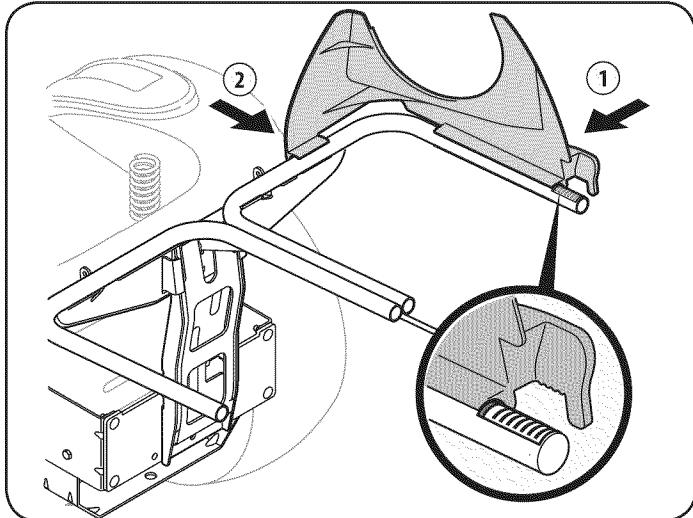

Figure 10
- Ajustar el soporte plástico canal superior en su lugar enganchando la parte lateral en el riel de soporte de la bolsa con el borde de la característica de ajuste alineada con la línea roja (1), tal como se muestra en el recuadro de la Figure 10.
- Coloque la parte delantera del soporte superior del conducto a la barra de soporte de la bolsa como se ve en la 2 de la Figure 10.